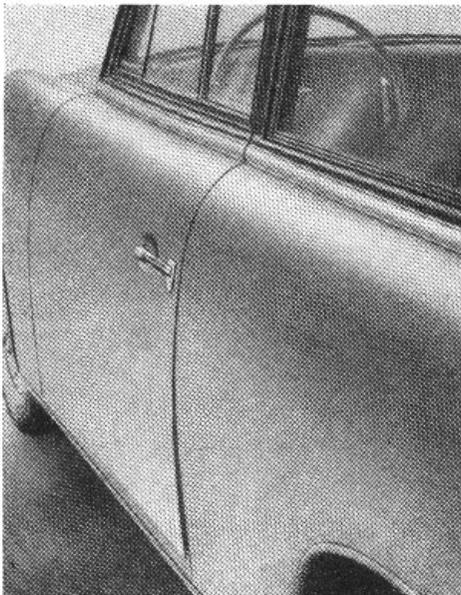

Bild K 1. Seitentür vor dem Nachspannen
1. Der Türrahmen der Seitentüren ist bei Verzug nachzuspannen. Bild K 1 zeigt die Tür vor dem Nachspannen.